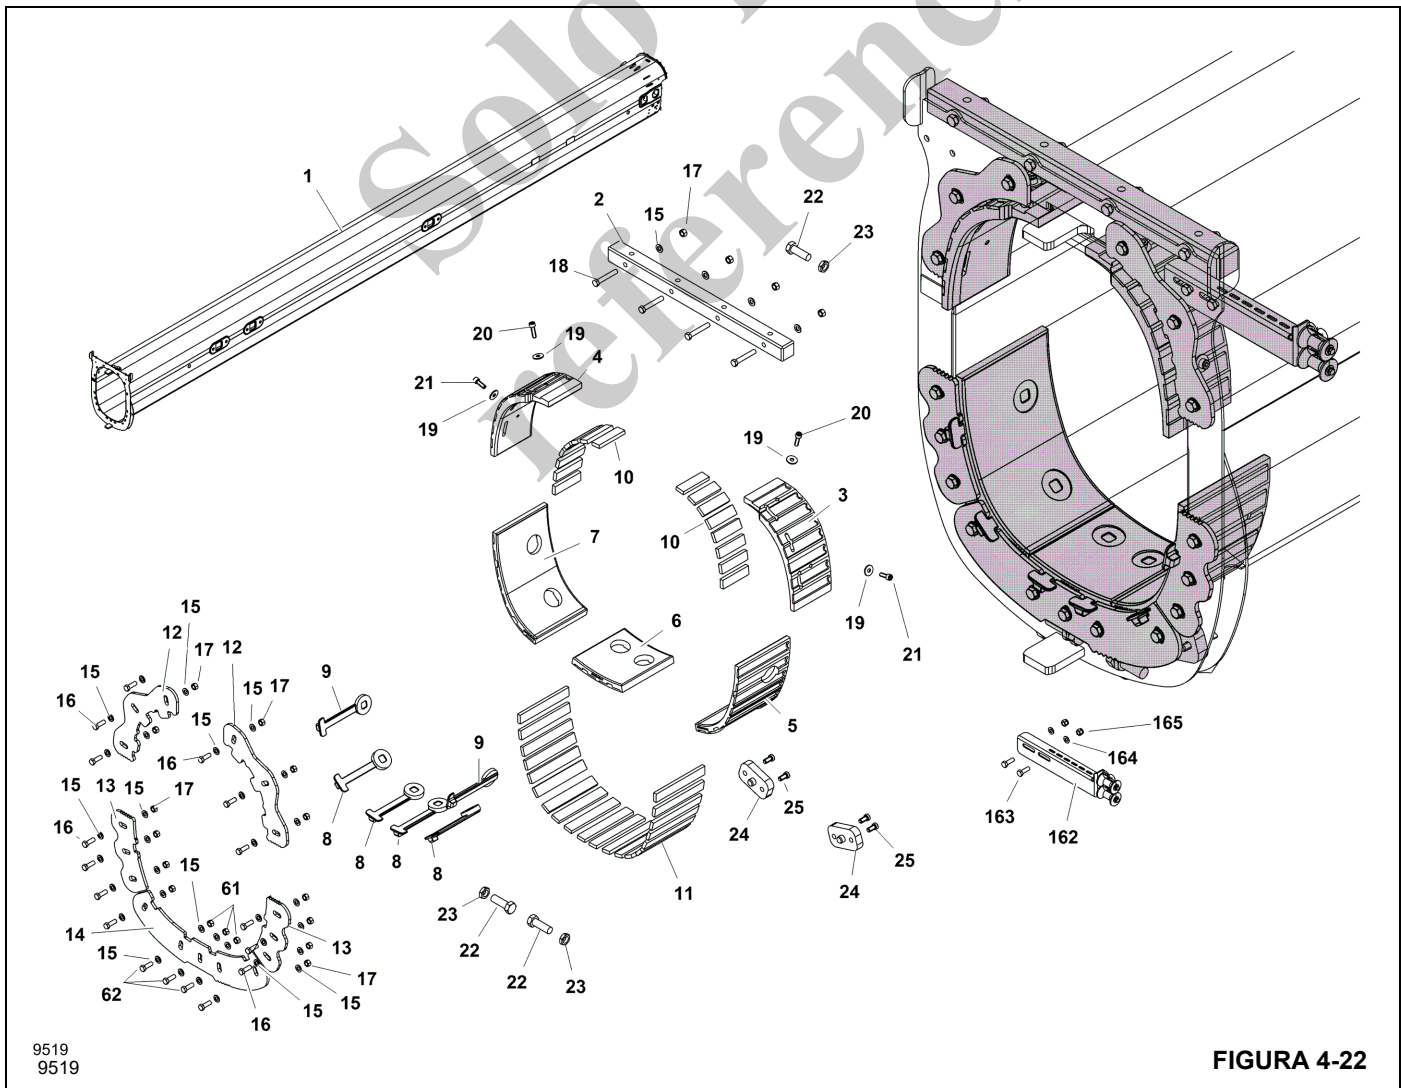

FIGURA 4-22
25. Retire la barra de protección para cables (2).
26. Retire la guía (162).
28. Retire las almohadillas de desgaste, los sujetadores, las tiras y las placas (3, 4, 5, 6, 7, 8, 9, 10, 11, 12, 13 y 14, Figura 4-22).
31. Retire la barra de protección para cables (2).
32. Retire la guía (162).
Consulte la Figura 4-22 al armar esta sección.